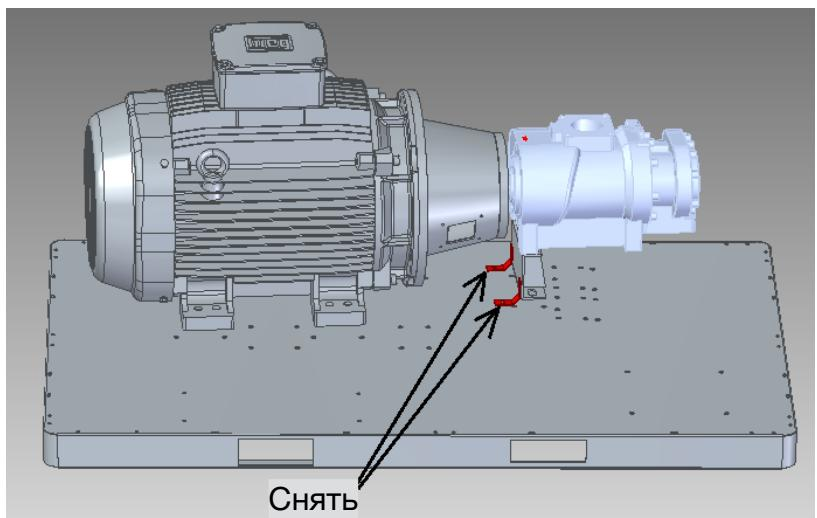

Рис.5.1 Транспортировочные кронштейны
- б. Снимите два красных транспортировочных кронштейна, расположенных с каждой стороны опоры платы винтовая пара-двигатель, как показано на рис. 5.1.